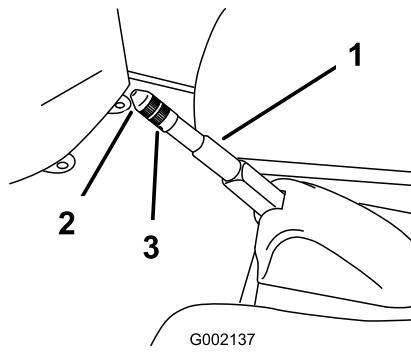

Figura 36
2. Allentate la vite a pressione che fissa la manopola alla leva del freno di stazionamento (Figura 36).